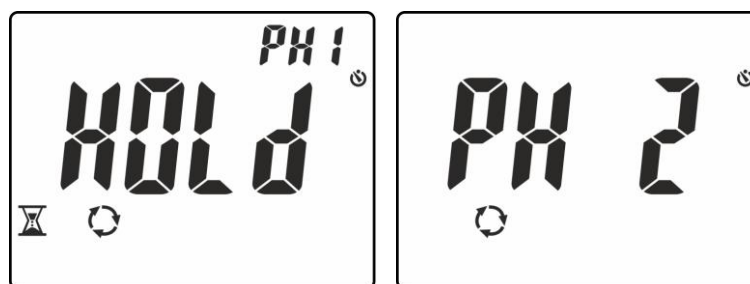

Abb. 12: Ermittlung der Phase L1 und Abwarten der Phase L2
4. In Bedingungen von korrekter Spannung und Frequenz, zeigt das Gerät die Meldung **“HOLD”**, die Symbole und **“PH1”** und der Summer gibt einen kontinuierlichen Ton ab, und wartet auf die Ermittlung eines stabilen Spannungswerts auf der Phase L1 (siehe Abb. 12 – linke Seite).
5. **Entfernen Sie nicht die Messleitung von der Phase L1** bis zur Anzeige der Meldung **“PH 2”** blinkend im Display (siehe Abb. 12 – rechte Seite).